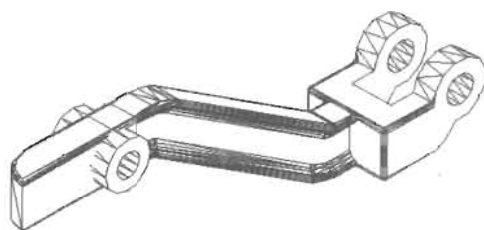

图 14-195
(9) 组合曲柄的 A、B、C 部分, 组合方式与前面所讲的相同, 就是通过捕捉边线上的中点进行对齐, 结果如图 14-195 所示。